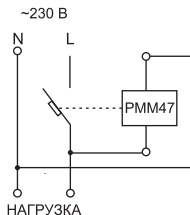

Рис. 2
- подключить расцепитель согласно схеме приведенной на рис. 2, и подать питающее напряжение;